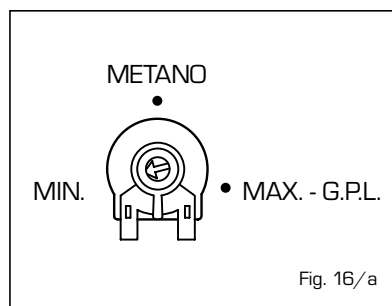

Fig. 16/a
I led sono disposti sulla scheda e contraddistinti dalla seguente dicitura (fig. 16):
- **Connettore "MET - GPL"** (10 fig. 16)
– **Trimmer "POT. ACC."** [7 fig. 16]
Le posizioni dove collocare indicativamente l'indice del trimmer, a seconda del tipo di gas utilizzato, sono riportate in fig. 16/a.
– **Connettore "ANN. RIT."** [3 fig. 16]